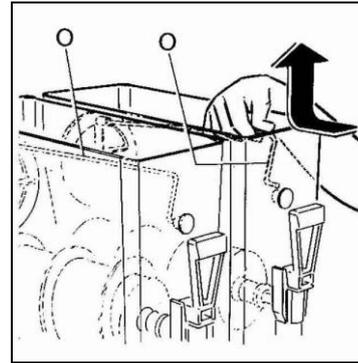

Fig. 1
**L'appareil doit être placé sur une surface horizontale et solide en veillant à ce que le corps de l'appareil soit bien ventilé (au moins 20 cm d'espace libre, fig.1), installer l'appareil dans un environnement sec et éviter de l'installer à**
- **E**xtraire le dispositif de mélange supérieur (O) en le poussant légèrement vers l'arrière pour pouvoir le dégager de son logement (voir fig. 1).